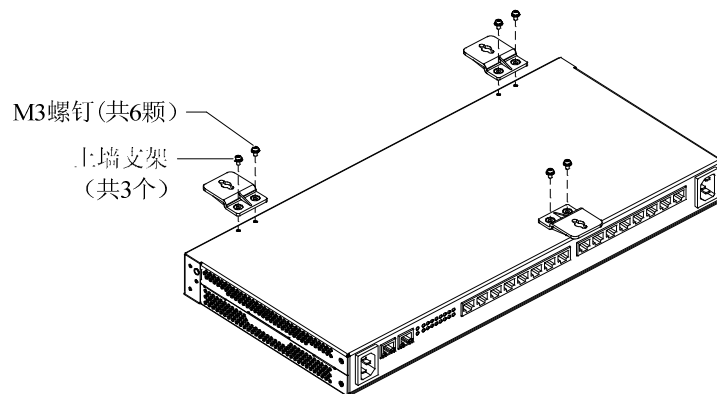

图2-1 安装上墙支架
1. 用附带的 M3 螺钉将 3 个上墙支架安装在采集器的顶盖上，如图 2-1 所示。